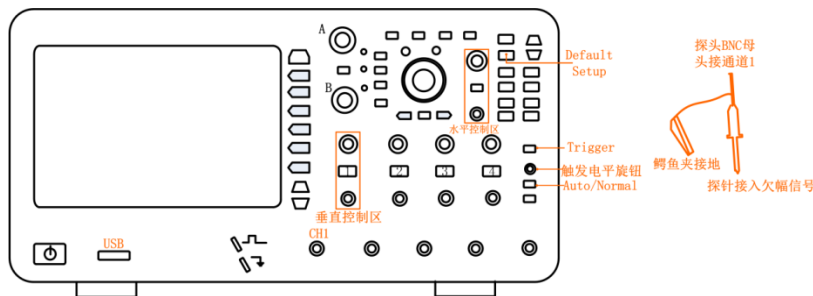

图 10.9 欠幅信号的输入
- 1、通道 1 接入**等脉宽的欠幅信号**，其中探头 BNC 接口接通道 1，探钩接欠幅信号输出口，鳄鱼夹接地，如图 10.9 所示；